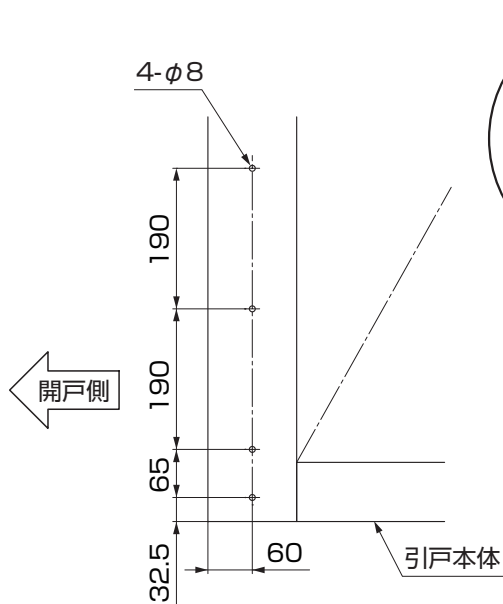

図 16-1
- ①合掌框の家側にφ8穴を4ヶ所加工してください。(図 16-1 参照)